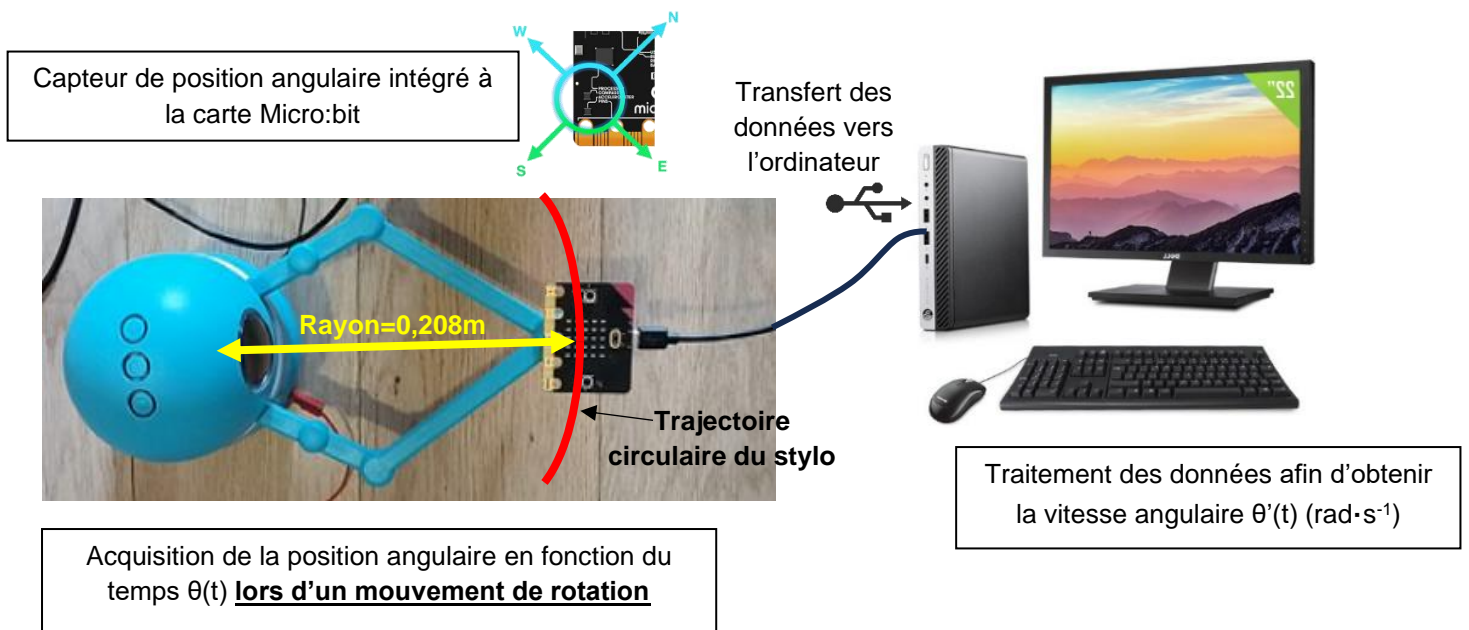

Figure 3 : présentation du protocole de mesure pendant la phase d'initialisation
3.1.4- Installer la carte Micro:bit dans le logement du stylo comme indiqué sur la figure 3. Sous
3.1.5- Éteindre et rallumer le robot. Après son cycle d'initialisation, appuyer sur le bouton du milieu afin de le mettre en position d'acquisition de la position angulaire (figure 3).